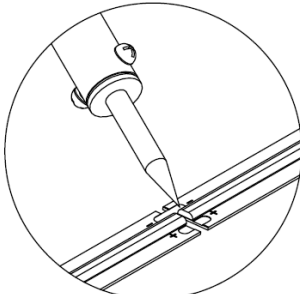

Рисунок 4.
- 5.4. Если необходимо соединить два отрезка ленты, следует совместить их и припаять перемычками соответствующие контактные площадки (необходимо соблюдать полярность «+» и «-») (см. Рисунок 4). При этом запрещается перегреть саму ленту и светодиоды (пайка паяльником при температуре не более 260°C, время пайки не должно превышать 10 секунд).